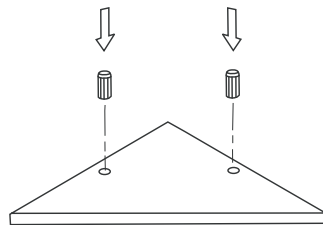
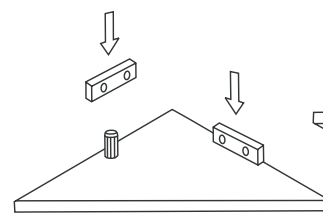

Figura 1
Figura 2
Paso 2: Inserte las clavijas largas en el estante como se muestra en la **Figura 1**. Deslice los soportes de madera sobre las clavijas de madera como se muestra en la **Figura 2**.